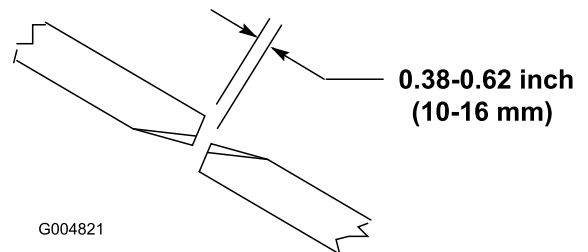

Figure 24
Pour que le plateau de coupe fonctionne correctement, les pointes des lames des plateaux latéraux et du plateau central doivent être espacées de 10 à 16 mm (Figure 24).
2. Tournez une lame centrale et une lame latérale adjacente pour aligner les pointes des lames. Mesurez la distance entre les pointes des lames ; elle doit être d'environ 10 à 16 mm (Figure 24).